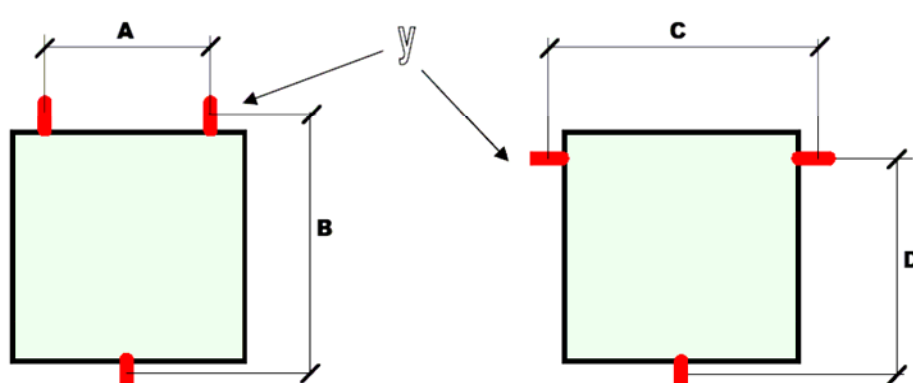

рисунок 1: ABP с 3-мя фиксирующими пластинами
- ABP, предназначенные для настенного монтажа: поставляются с пластинами для крепления на стену (рис. 1).
В табл. 1 приведены установочные размеры для настенного исполнения ABP (см. рис.1 и рис. 1а). Эти расстояния имеют отношение к положению установочных пластин (Y) и к габаритным размерам ABP (высота x ширина x глубина).